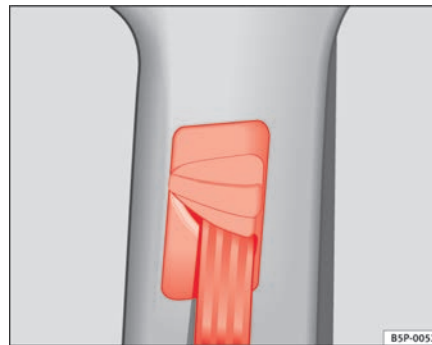

Fig. 17 Ubicación del regulador de la altura del cinturón
- Presione el dispositivo de reenvío en la zona superior y manténgalo en esta posición ⇒ fig. 17.